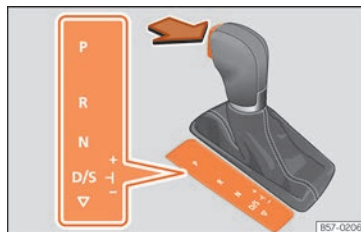

Abb. 220 Wählhebelsperre.
- Treten Sie das Bremspedal *und* halten Sie gleichzeitig die Sperrtaste in Pfeilrichtung gedrückt »» **Abb. 220.**